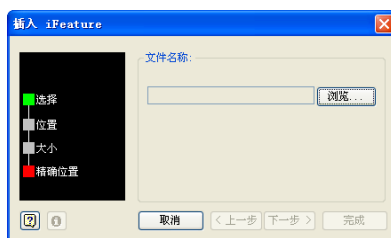
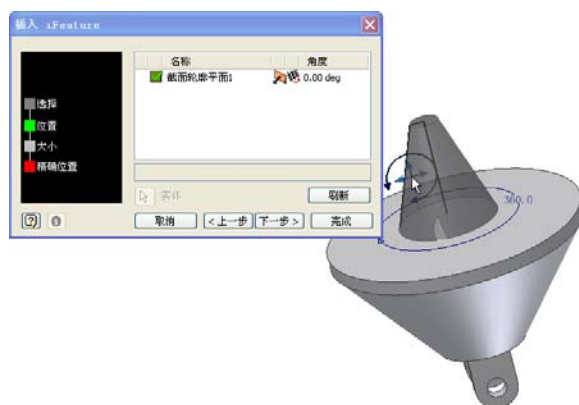

图 3-94 “插入 iFeature”对话框
图 3-95 “插入 iFeature”对话框和 iFeature 预览
(1) 单击【管理】标签栏【插入】面板上的【插入 iFeature】工具按钮，则打开【插入 iFeature】对话框，如图 3-94 所示。可看出，要插入一个 iFeature，需要四步完成。
(2) 选择 ide 文件，然后单击【下一步】选项。
(3) 指定 iFeature 的放置位置，同时在工作区域内出现要插入的 iFeature 的预览，此时的【插入 iFeature】面板和 iFeature 预览如图 3-95 所示。
(4) 可看到在 iFeature 图形的放置位置（图中为锥形底部）出现了一个移动箭头标志和旋转箭头标志，单击移动箭头标志可移动 iFeature 图形，单击旋转箭头标志可旋转 iFeature 图形。也可在图 3-95 所示的对话框的窗口中编辑【角度】选项以定量的旋转 iFeature 图形。